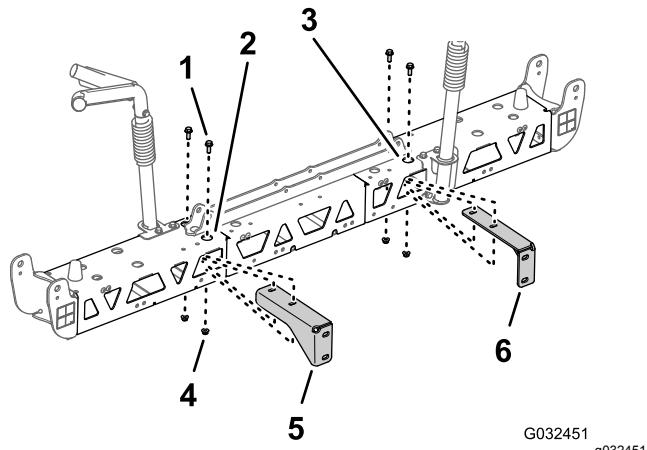

Figura 54
2. Allineate i fori sulla staffa di supporto di destra con i fori sul telaio della trave di destra, come illustrato nella Figura 54.
- Montate la staffa di supporto di destra sul telaio della trave di destra (Figura 54) con i 2 bulloni a testa flangiata (3/8" x 1") e i 2 dadi di bloccaggio flangiati (3/8") che avete rimosso ai passaggi 2 e 3 di Rimozione delle staffe di supporto dalla sezione di irrorazione centrale \(pagina 26\).
- Ripetete i passaggi 2 e 3 per la staffa di supporto di sinistra sul telaio della trave di sinistra (Figura 54).